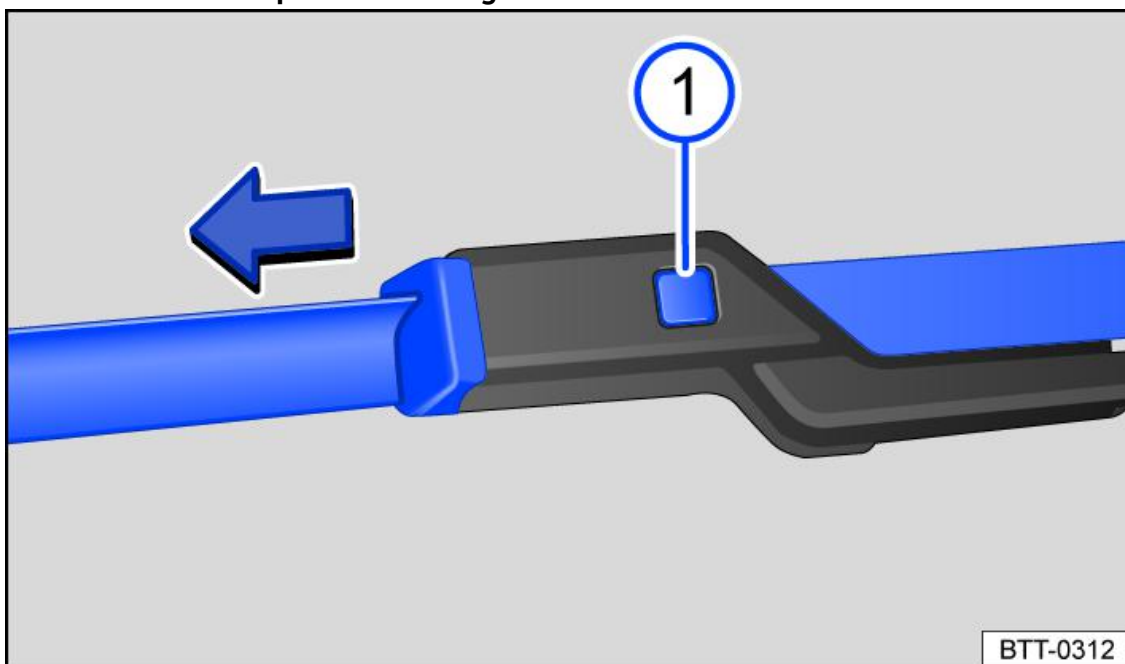

Fig. 1 Sostituzione delle spazzole del tergicristallo
3. Tenere premuto il tasto di sbloccaggio e contemporaneamente sfilare la spazzola tirandola nella direzione indicata dalla freccia → *fig. 1* (1).